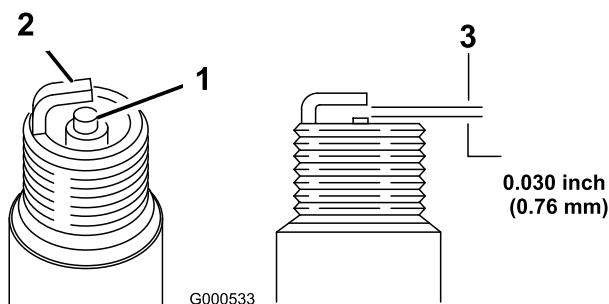

Figure 46
1. Examinez le centre des bougies (Figure 46).
2. Contrôlez l'écartement entre les électrodes centrale et latérale (Figure 46) et pliez l'électrode latérale si l'écartement est incorrect.